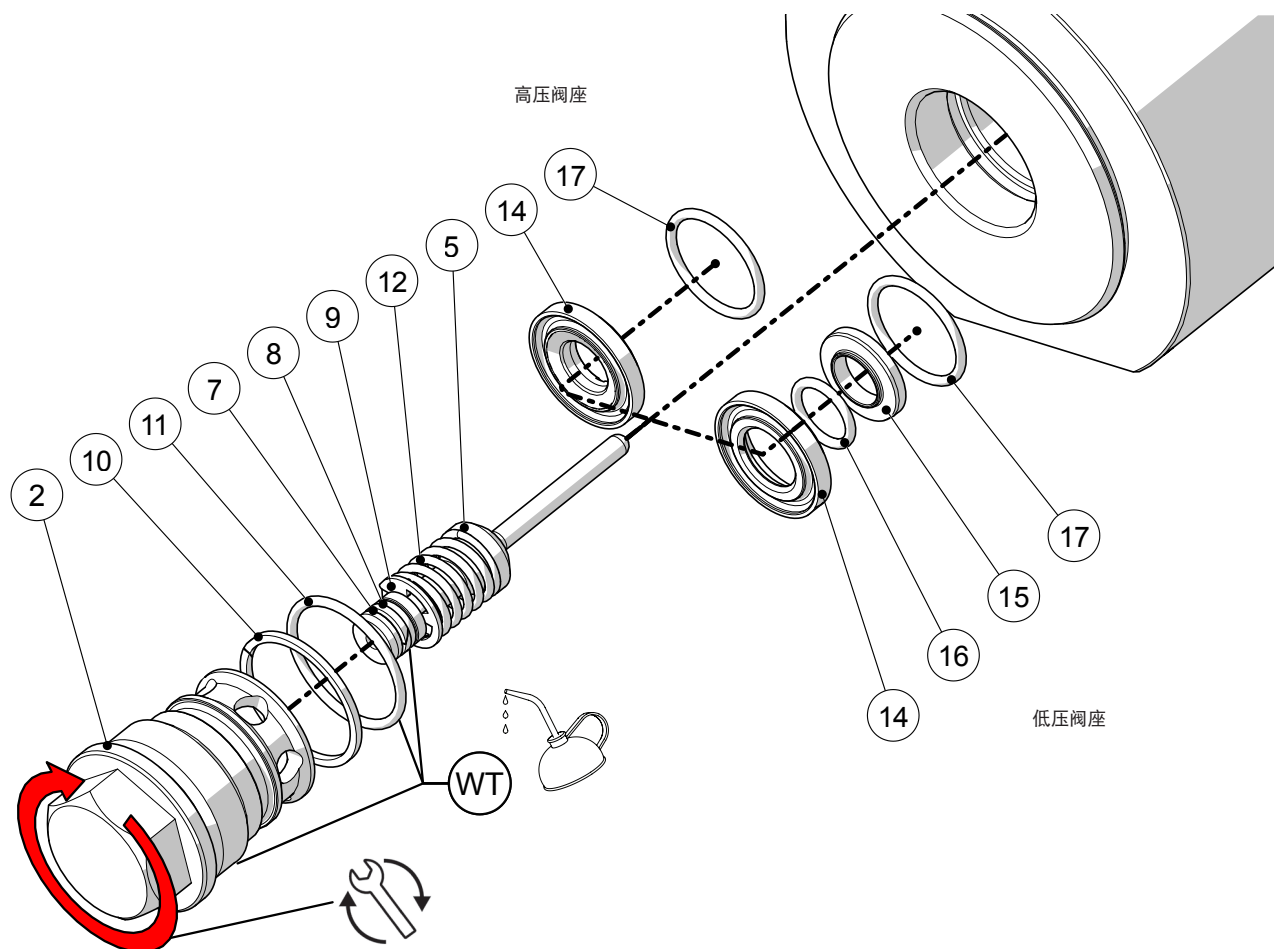

图 15
见图 15。
1. 将阀体塞支撑环 (10) 和阀体塞 O 型圈 (11) 安装到阀体塞 (2) 上。确保它们的订购正确, 如图 15 所示。
2. 轻微润滑阀体塞 O 型圈 (11) 和阀体塞螺纹 (2)。
3. 轻微润滑提升阀芯 O 型圈 (8) 和提升阀芯 (5) 的周围区域。
4. 将提升阀芯组件完全插入阀体塞 (2)。
5. 对于这两种阀座, 将阀座 O 型圈 (17) 安装到阀座套筒 (14) 背面的凸起上。
6. 对于低压阀座, 将 LP 阀座插入件 O 型圈 (16) 和 LP 阀座插入件 (15) 装入阀座套筒 (14)。
7. 将阀座组件装入阀体, 确保阀座 O 型圈 (17) 朝向阀体 (4)。
9. 根据下表加扭矩拧紧阀体塞 (2)。